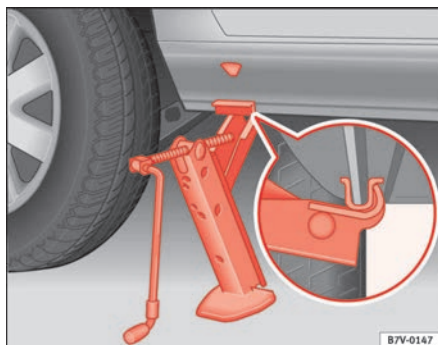

Fig. 161 Posición del gato en la parte trasera derecha
4. A la vez que coloca el gato, gire la manivela hasta que la garra encaje en el alojamiento ⇒ fig. 161 (flecha) de los bajos del vehículo ⇒ ⚠.
- La garra del gato debe encajar en el alojamiento de los bajos para evitar que se desplace al elevar el vehículo ⇒ **página 255, fig. 161.**